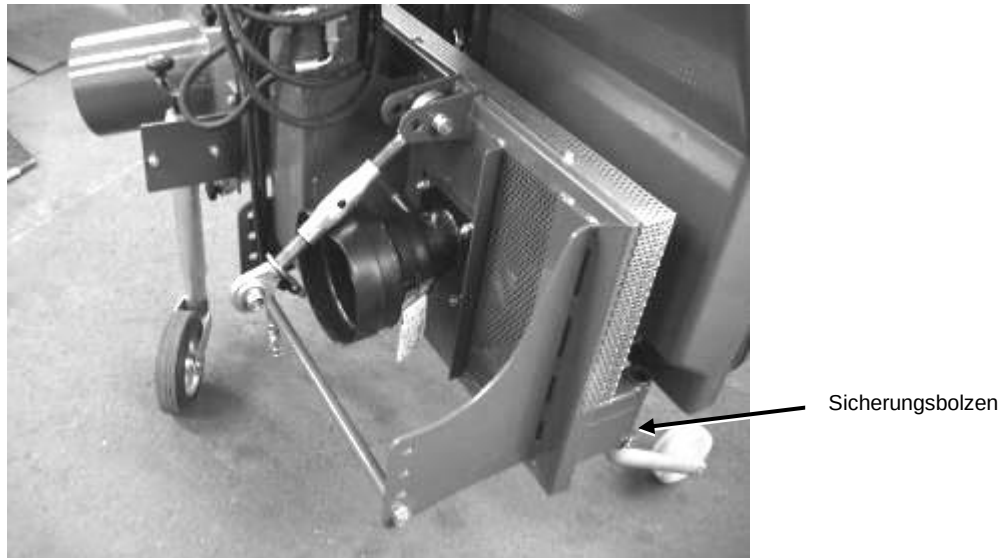

Bild 15: Sicherungsbolzen an Stützrädern
14. Ziehen Sie die Sicherungsbolzen an den Stützrädern heraus (siehe Bild 15).